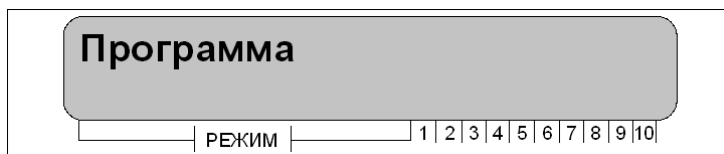

Рисунок 19 – Пункт меню «Программа»
- нажатием клавиши **«ВПЕРЕД»** необходимо выбрать пункт меню «Программа», рисунок 19;